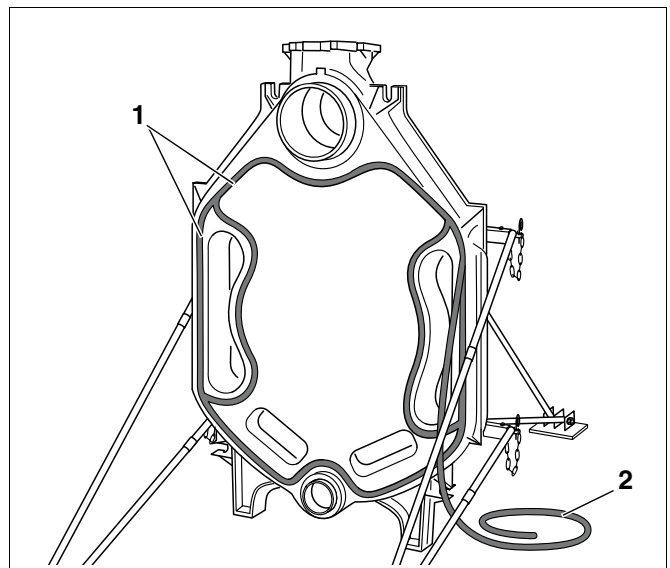

Рис. 16 Укладка уплотнительного шнура (шнур КМ)
- Вставить уплотнительный шнур (шнур КМ: рис. 16, поз. 2) в пазы на передней стороне задней секции (рис. 16, поз. 1), начиная с верхнего участка, и слегка прижать его. Концы уплотнительного шнура уложить внахлест на 2 см и хорошо прижать друг к другу.